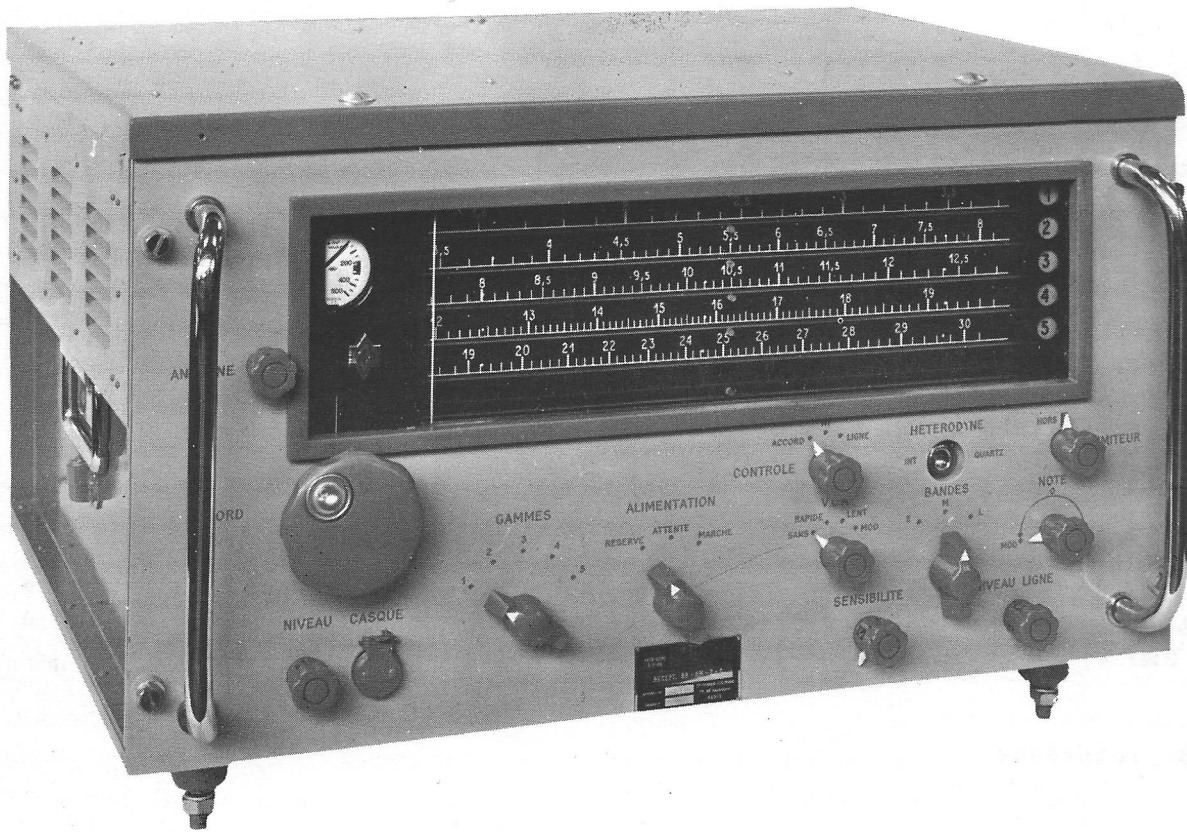

Fig. 6 - VUE AVANT DU RECEPTEUR (RR-BM-2-C)
1.2. COMMANDES DU COFFRET RECEPTEUR (Voir Figures 6 et 7)